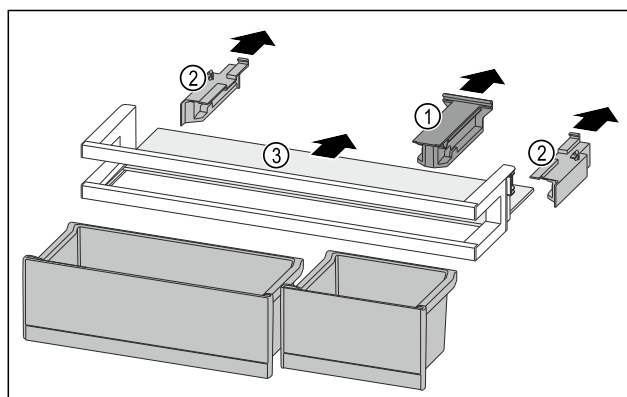

Fig. 258
- Estrarre l'elemento di tenuta Fig. 258 (1).
- Togliere gli elementi laterali Fig. 258 (2).
- Rimuovere il ripiano Fig. 258 (3).